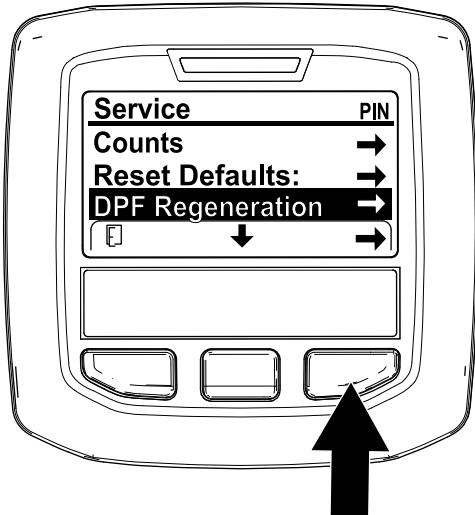

Figura 43
1. Aceda ao menu de manutenção, pressione o botão central para se deslocar para a opção DPF REGENERATION (Regeneração do DPF) (Figura 43).
2. Pressione o botão direito para selecionar a entrada Regeneração do filtro de partículas de gasóleo (Figura 43).